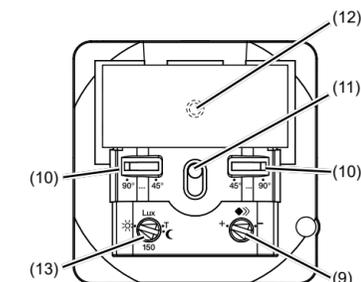
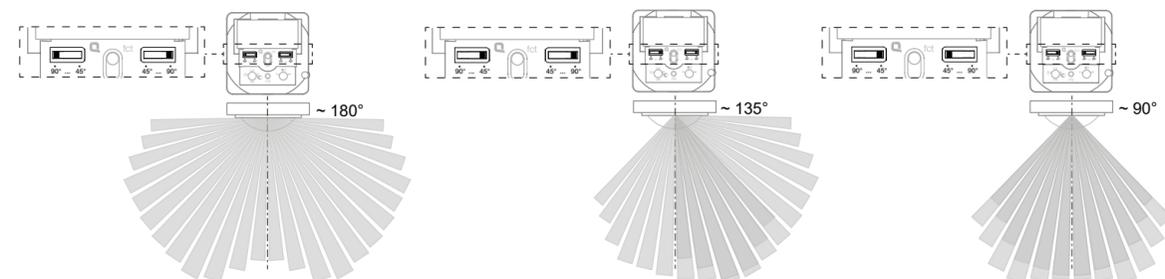

Figura 5: Elementi di comando e impostazione
Figura 8: Impostazione dell'angolo di copertura
L'angolo di copertura può essere limitato per il lato destro e per il lato sinistro su ogni dispositivo di impostazione (figura 5, 10) tra 45° e 90°. In tal modo l'angolo di copertura si trova tra 90° e 180° (figura 8).
■ Impostare l'esercizio di test. A tale scopo impostare il potenziometro per la soglia di luminosità (figura 5, 13) sulla posizione **T**.
■ Ruotare il potenziometro per la soglia di luminosità (figura 5, 13) nella posizione desiderata.
■ Ruotare il potenziometro per la sensibilità (figura 5, 9) nella posizione desiderata.